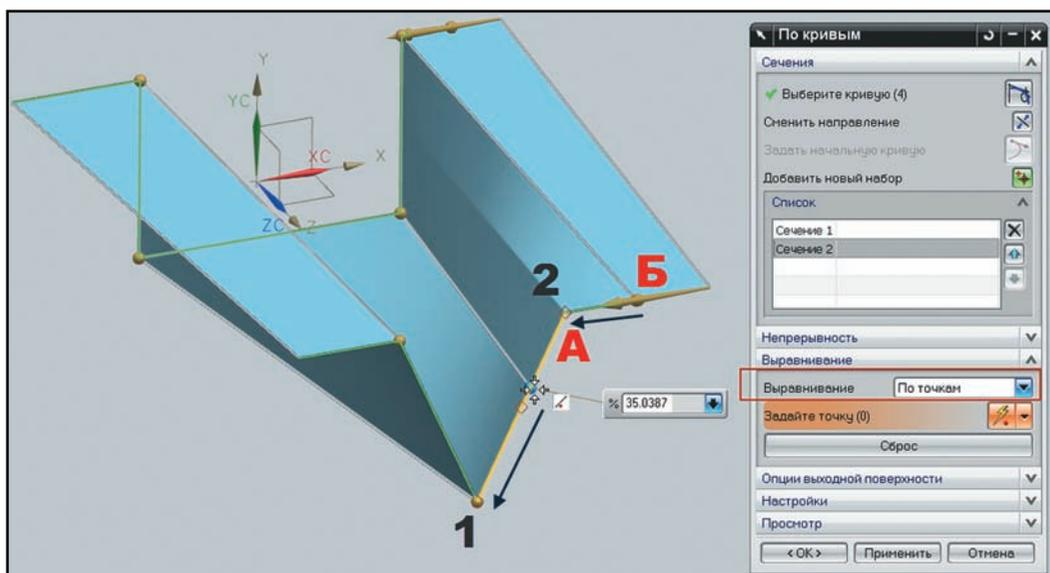

Рисунок 3.9 Использование метода выравнивание По точкам
- Переключите опцию выравнивания на значение **По точкам**. Теперь вы можете выровнять поверхность, так как это больше подходит, исходя из желаемого результата. Возьмите точку А и перетащите её из положения 2 в положение 1, а точку Б - в положение 2. В результате будет получена поверхность без искривлений и скручивания (рис. 3.9).